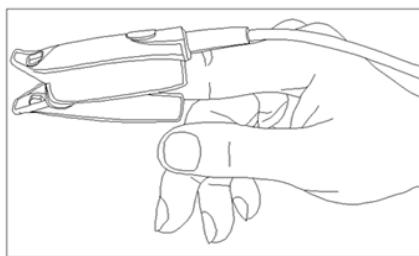

Figura 1 Sonda con clip da dito
- Per la sonda SpO₂ con clip da dito per adulti, inserire un dito (è preferibile il dito indice, ma il medio o l'anulare con una lunghezza adeguata dell'unghia vanno bene) nella sonda secondo il simbolo sulla clip della sonda, come mostrato nella figura 1.